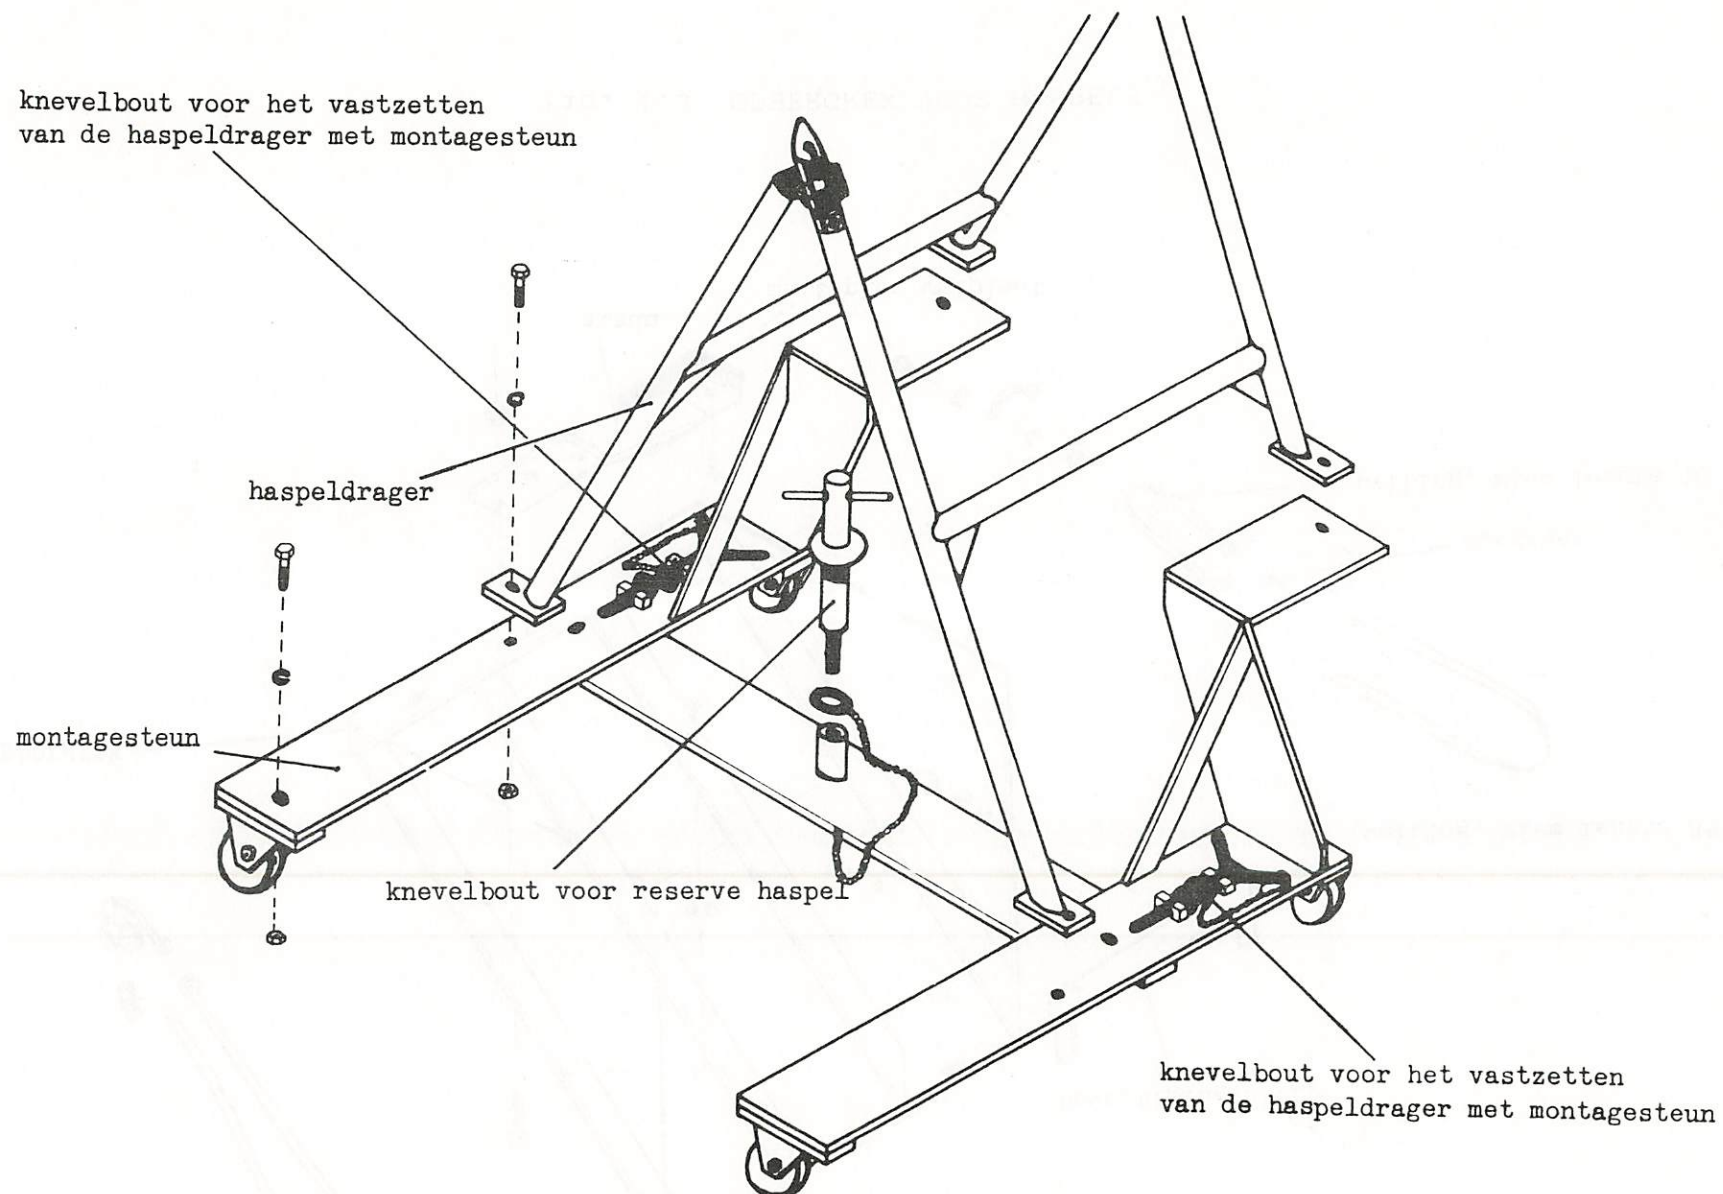

Fig. 1.4 HASPELDRAGER MET MONTAGESTEUN
- 1 haspeldrager met montagesteun voor 3 haspels type RL-159/U (zie fig 1.4)
- B. Zet de reserve haspel vast in het midden van de op de montagesteun met een knevelbout (zie fig 1.4).